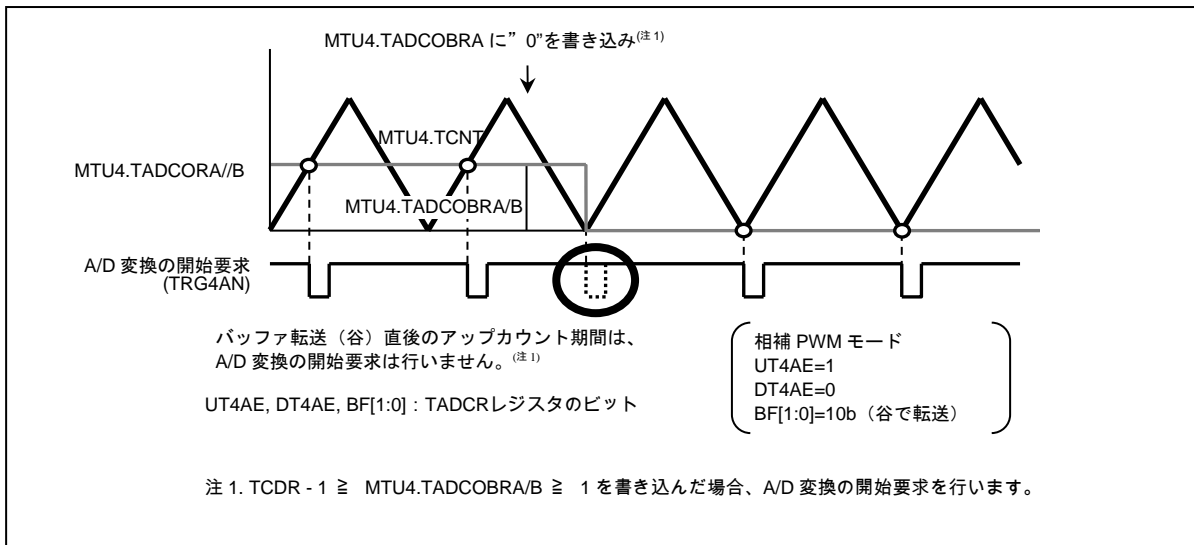

図 18.125 MTU4.TADCOBRA に"0"を書き込んだときの A/D 変換の開始要求(ユニット 0)
- MTUn.TADCOBRA、MTUn.TADCOBRB レジスタに“0”、かつ、MTUn.TADCR レジスタの UT4AE、UT4BE ビットに“1”を設定して、MTUn.TCNT カウンタの谷でバッファ転送したとき、転送直後のアップカウント期間については A/D 変換の開始要求を行いません (図 18.125)。